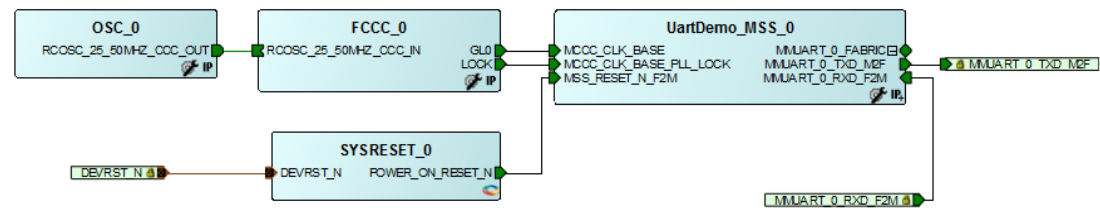

图 6.14 画布布线
- (9) 配置好模块之后，使用工具栏的连线工具，进行连线（或使用前面介绍的其他几种布线方式均可），连线如图 6.14 所示，保存，然后点击；